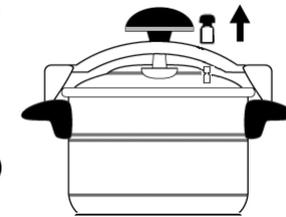

FIG.5
1. Una vez terminada la cocción, debe de retirar la olla de la fuente de calor y dejar que baje la presión de forma natural hasta que la olla quede sin ella. Quite la pesa (9) y si queda algo de vapor en la olla, éste saldrá por la chimenea (10). (FIG. 5)